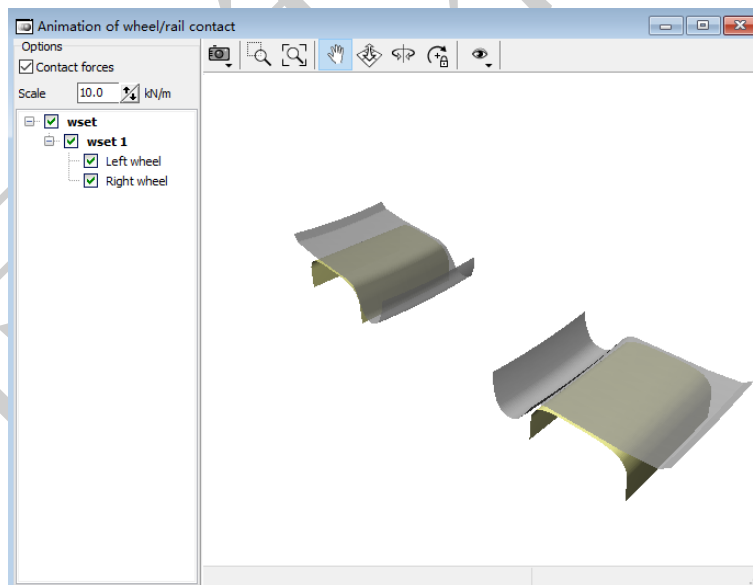

图 1.5 轮轨接触力窗口
2. 如图 1.5 所示，可调节比例使得轮轨力矢量显示合适。